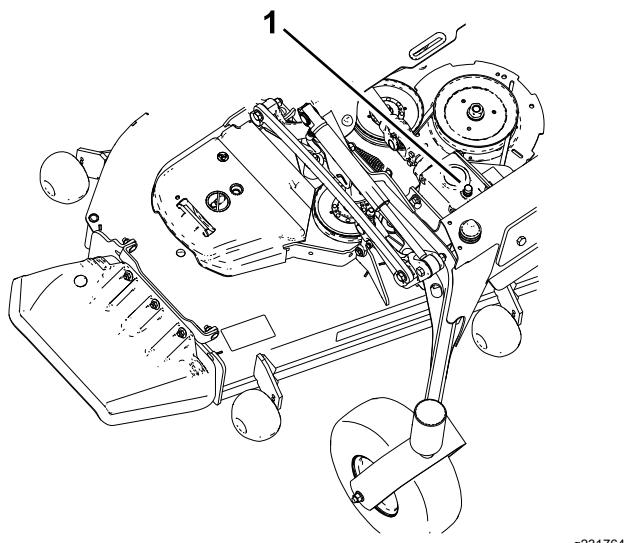

Figura 55
5. Retire la varilla/tapón de llenado de la parte superior de la caja de engranajes y compruebe que el lubricante está entre las marcas de la varilla (Figura 55).
5. Retire la varilla/tapón de llenado de la parte superior de la caja de engranajes y asegúrese de que el lubricante está entre las marcas de la varilla (Figura 55).